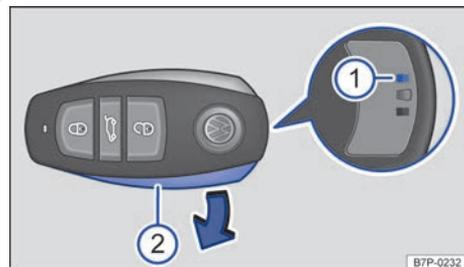
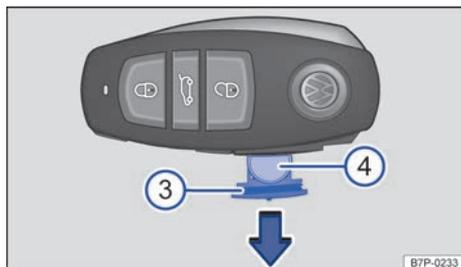

Fig. 33 Retirar la tapa de la pila de la llave del vehículo. **▶**
Fig. 34 Extraer el compartimento de la pila de la llave del vehículo.
La pila de botón se encuentra en la llave del vehículo detrás de una tapa → fig. 33 o → fig. 34.
- Introduzca un objeto adecuado en el rebaje izquierdo → fig. 33 ① de la parte posterior de la llave hasta el tope y a continuación presione hacia el borde exterior de la llave.
- Retire la tapa ② en el sentido de la flecha
- Extraiga el compartimento de la pila → fig. 34 ③ de la llave en el sentido de la flecha.
- Retire la pila de botón ④.
- Introduzca el compartimento de la pila, con la pila, en la llave en el sentido contrario al de la flecha → fig. 34.
- Coloque el lado izquierdo estrecho de la tapa → fig. 33 ② en la llave y presione el lado derecho ancho hacia dentro hasta que la tapa encastre.